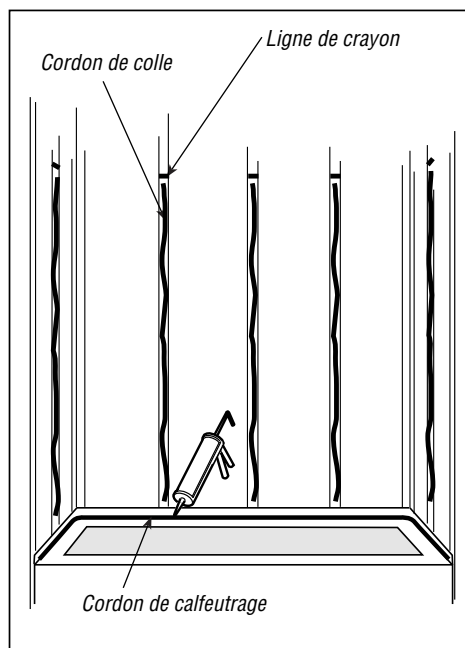

Figure 2
- 3** Lorsque vous êtes satisfait du raccord, marquez le dessus des panneaux sur chaque poteau. Retirez les panneaux. Appliquez un cordon de colle le long de chaque poteau, vers le bas, qui entrera en contact avec le panneau arrière. Assurez-vous de demeurer en dessous de la ligne que vous avez tracée. Il n'est pas nécessaire d'appliquer la colle sur les poteaux en coin. Étendez une couche de calfeutrage de latex ou d'acrylique le long de l'appui de la baignoire (fig. 2). Remplacez le panneau arrière et appuyez fermement sur l'alcôve, contre les poteaux.